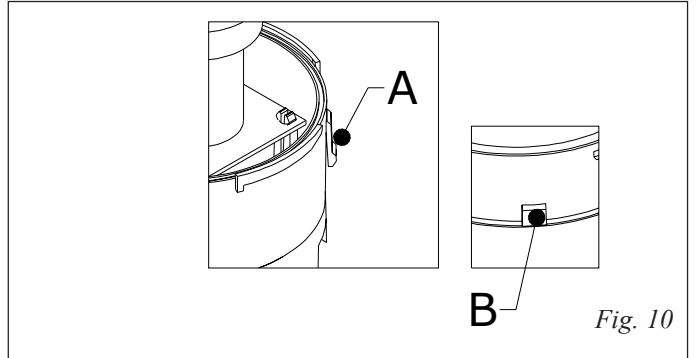

Fig. 10
**N.B.: Sulla base della calotta è prevista una linguetta di bloccaggio (Fig. 10 rif. A) che si deve accoppiare con l'incasso ricavato sulla calotta (Fig. 10 rif. B).**
- N.B.:** A locking tab is provided on the cap base (Fig. 10 ref. A) - it must snap into the recess on the cap (Fig. 10 ref. B).